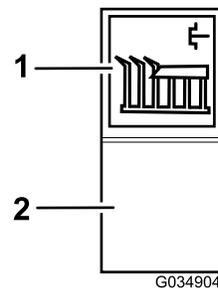

Figura 35
**Innesto della trasmissione dell'apparato di taglio:** premete la parte superiore dell'interruttore della trasmissione dell'apparato di taglio in posizione Accensione (Figura 35).
**Disinnesto di tutte le trasmissioni degli apparati di taglio:** spostate l'interruttore in posizione di spegnimento (Figura 35).